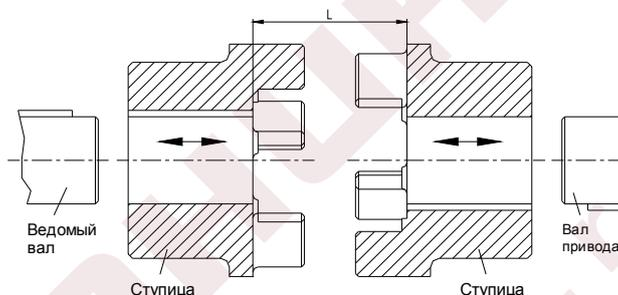

Рис. 8: Монтаж ступиц
- Установите ступицы/фланцы муфты на валах ведущей и ведомой стороны (см. рис. 8).